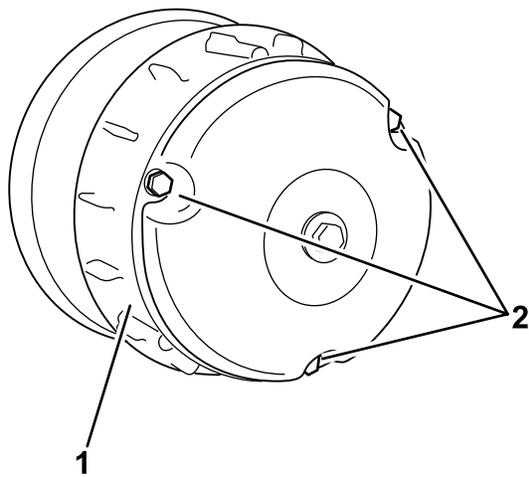

Figura 50
- Retire los 3 pernos que sujetan la cubierta al embrague, y retire la cubierta (Figura 50).
3. Instale la tapa del embrague, fijándola con los 3 pernos (Figura 50) que retiró en 1.